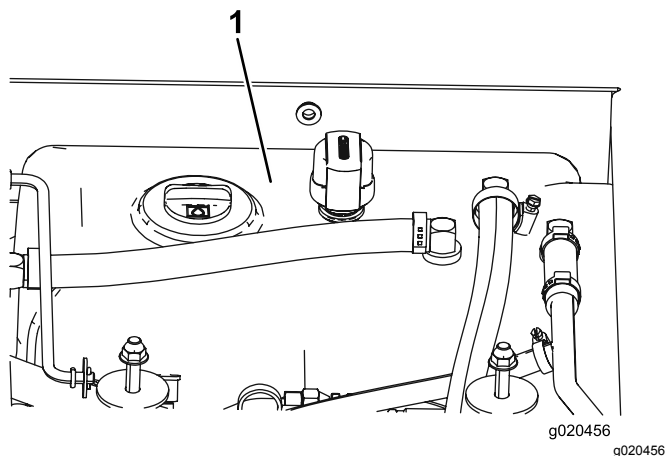

Figura 78
- Encha o reservatório (Figura 78) com fluido hidráulico; consulte Verificar o fluido hidráulico (página 64).